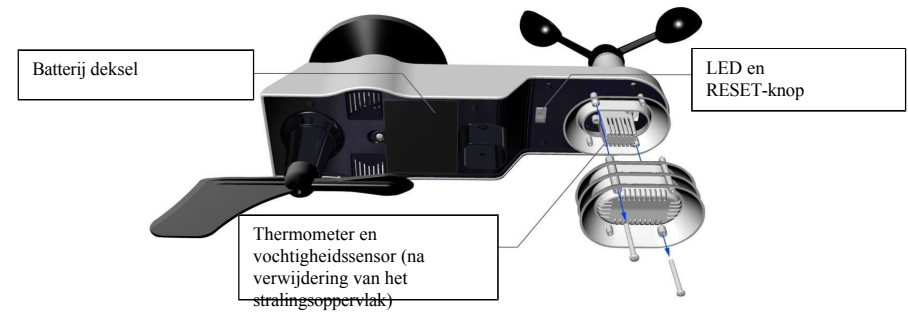

Fig. 3
3.3.1 Plaats de batterijen in de zender. Zoek het klepje van het batterijvak op de zender, druk het in en open het - zie Afbeelding 3.